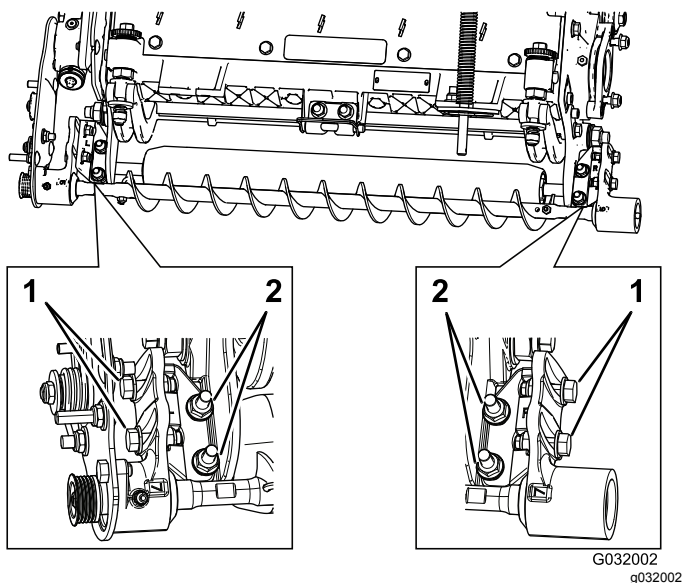

Рисунок 11
- А. Ослабьте две фланцевые контргайки, крепящие монтажный кронштейн щетки катка к боковой пластине режущего блока (Рисунок 11).
- В. Поверните корпус подшипника щетки катка так, чтобы пластина щетки стала параллельна боковой пластине режущего блока (Рисунок 11).
- С. Затяните две фланцевые контргайки, крепящие монтажный кронштейн щетки катка к боковой пластине режущего блока (Рисунок 11).
катка к монтажному кронштейну щетки катка (Рисунок 11).